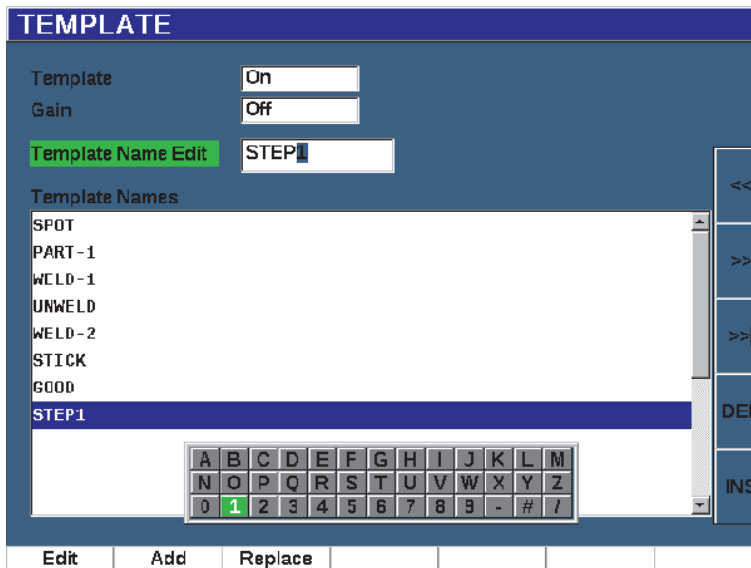

Figura 11-48 Página de configuración de plantilla (Template)
2. Pulse **Setup** (tecla P7) para mostrar la página de configuración Template (vea la Figura 11-48 en la página 336).